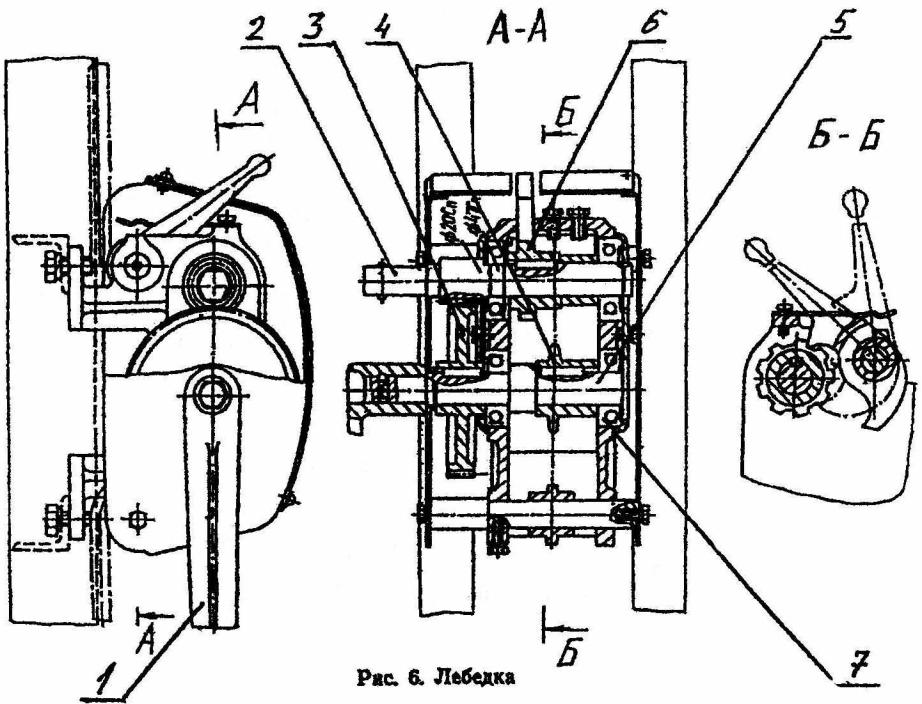

Рис. 6. Лебедка
4.4. Лебедка (рис. 6) предназначена для спуско-подъемных операций, зарядки пружинного аккумулятора давления на забой в процессе бурения и представляет собой одноступенчатый редуктор.